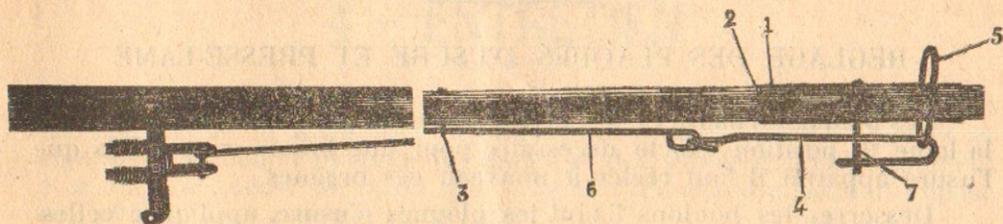

Fig. 7
**e) Attelage à bœufs pour Faucheuses D. 1 b, D. 2 b et D. 3 b (Fig. 7) :**